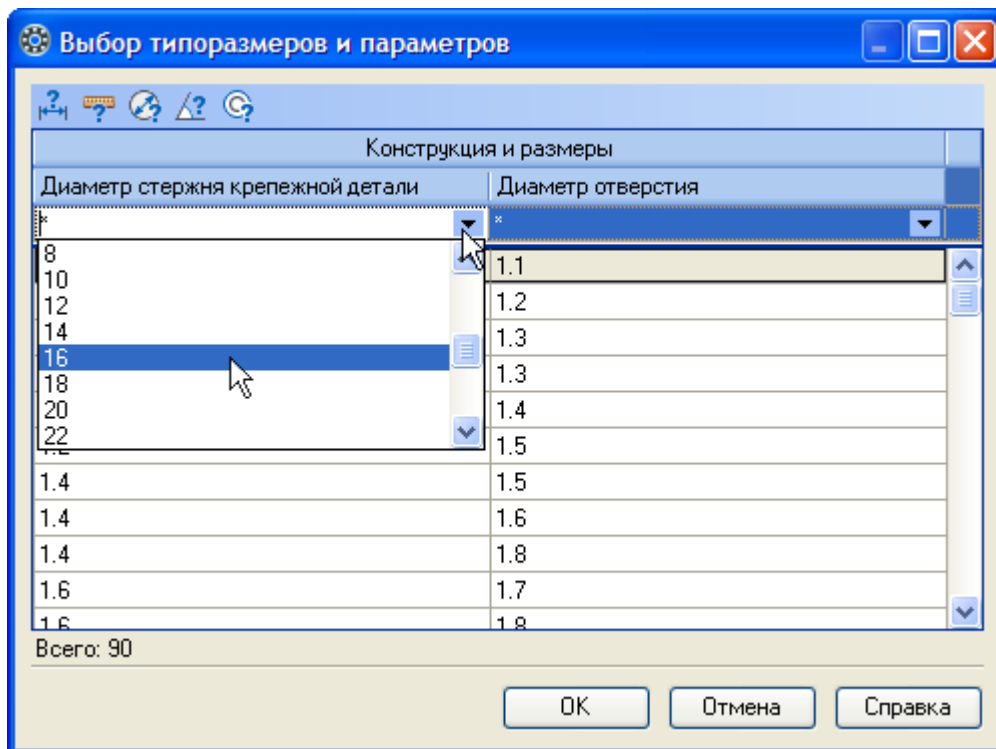

Рисунок 10.
- В списке укажите диаметр крепежной детали 16 мм (рис. 10).